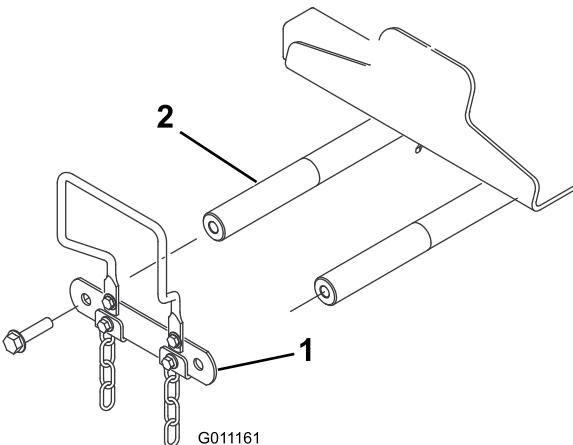

Figura 10
- En la parte delantera de la máquina, retire los 2 tornillos de caperuza con arandela prensada (1/2" x 2") que fijan el tirante del eje pivotante a los ejes pivotantes del brazo de elevación y retire el tirante (Figura 10)